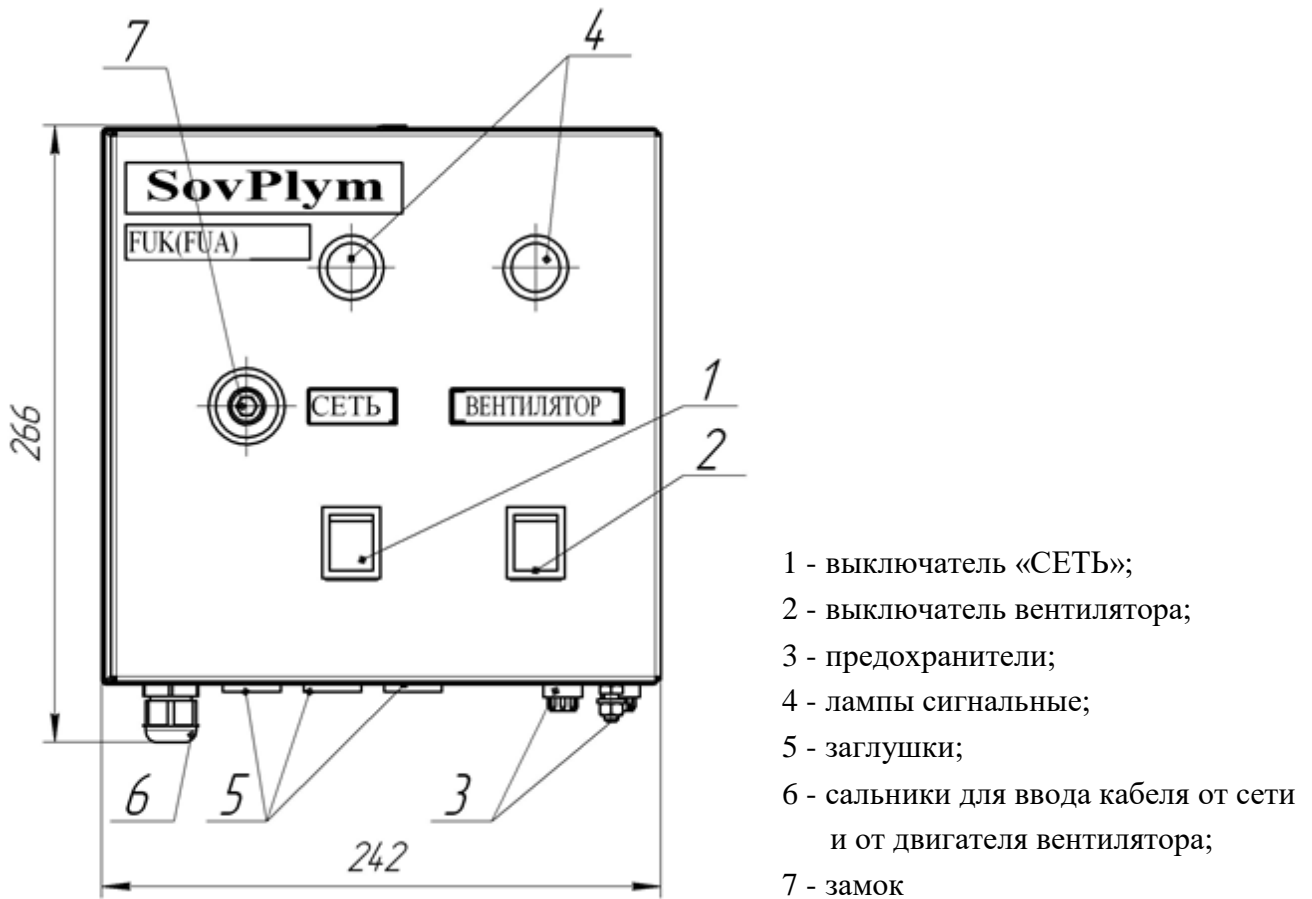

Рисунок 1
6.5 В случае использования выключателей «MSR/SP», вынуть из нижней панели корпуса заглушку (рисунок 1, поз. 5), установить сальник из комплекта пульта, подключить провод выключателя к колодке пульта в соответствии со схемой (приложение А).
- перевести выключатель «СЕТЬ» (рисунок 1) в положение «включено»;
- включить вентилятор, нажав кнопку «Вентилятор» на лицевой панели (рисунок 1).